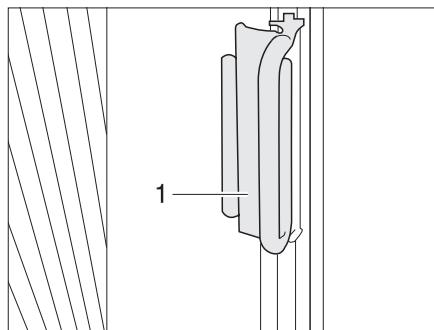

Fig. 31 Bloccaggio delle tendine oscuranti pieghevole per il finestrino del conducente/passeggero
- Spingere le tendine oscuranti pieghevoli per il finestrino del guidatore e del passeggero sul sopralzo con l'impugnatura (Fig. 31,1). La tendina oscurante pieghevole è ora bloccata.